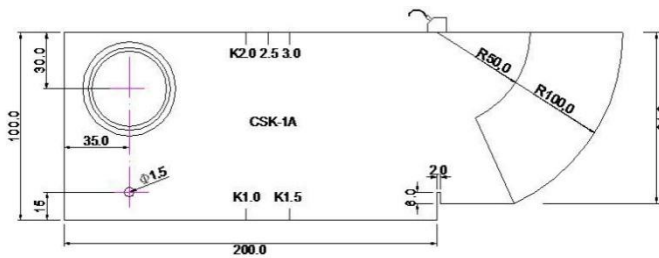
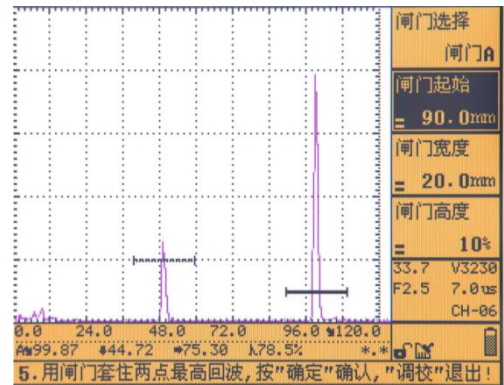

图 6.9
图 6.10
- 5、通过【向下】、飞轮和【确认】键设置大概的“材料声速”值、“探头零偏”值，设置 “一点声程”=50mm，“二点声程”=100mm。设置完“二点声程”后，按【确认】键。将探头耦合到 CSK-IA 的标定试块上，如图 6.9 所示。屏幕上出现 R50 和 R100 回波，如图 6.10 所示。